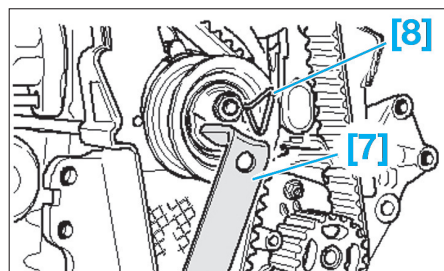

Fig. 13
- [7]. Clé à ergots ou clé mâle six pans réf VW : 3387 (Fig.13)
- [8]. Clé à ergots ou clé mâle six pans réf VW : T10050 (Fig.13)
- Tourner la clé à ergots [7] dans le sens inverse d'horloge (dans le sens inverse de la flèche) jusqu'à ce qu'il soit possible de bloquer le galet-tendeur de la courroie crantée avec la goupille de blocage [8] (Fig.13).